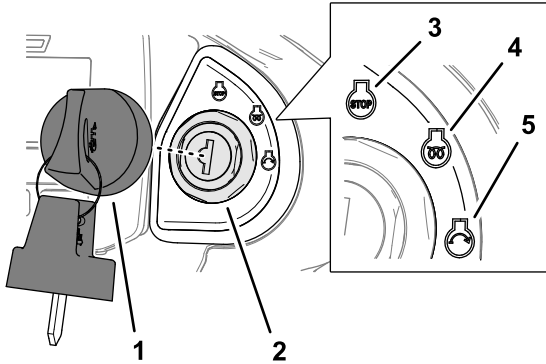

Bild 25
4. Drehen Sie den Schlüssel in die Abschalten-(Stopp)-Stellung (**Bild 25**).